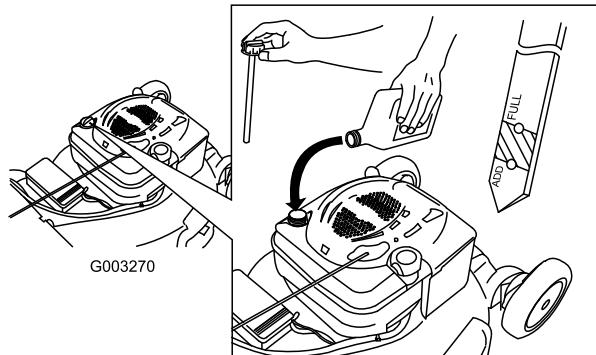

Bild 10
- Ziehen Sie den Peilstab (Bild 10) heraus.
- Nehmen Sie den Peilstab heraus und lesen den Ölstand ab, siehe Bild 10.